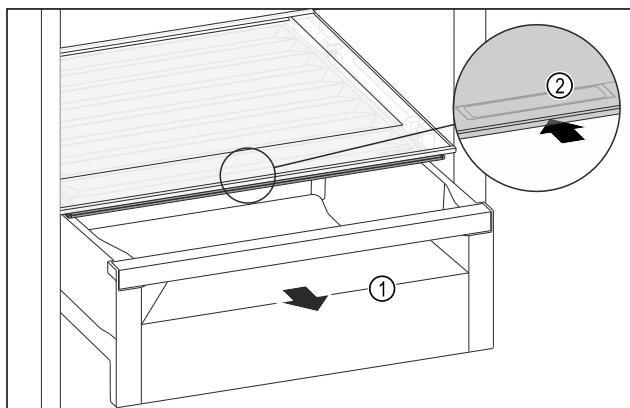

Fig. 201
- ▶ Retirer le tiroir Fig. 201 (1).
- ▶ Saisir la poignée encastrée Fig. 201 (2) du couvercle du compartiment et pousser le couvercle du compartiment vers l'arrière.